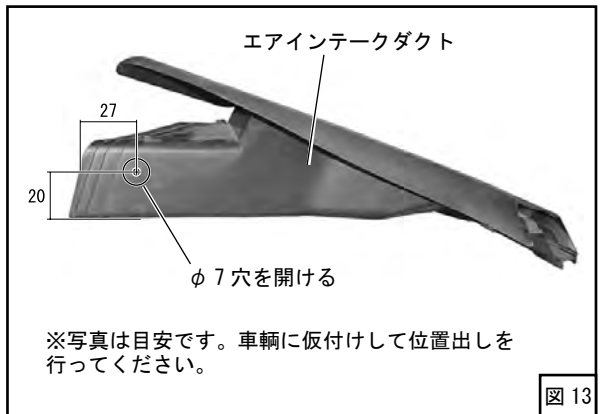

図 13
(8) エアインテークダクトに図 13 のように  $\phi 7$  の穴を開けてください。(図 13)
(9) エアインテークダクトを取付けてください。(図 13、図 14)